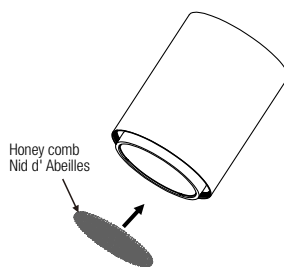

Fig. 6b
2. Place the honeycomb over the opening (Fig. 6b).
2. Placez le nid d'abeilles sur l'ouverture avant (Fig. 6b).